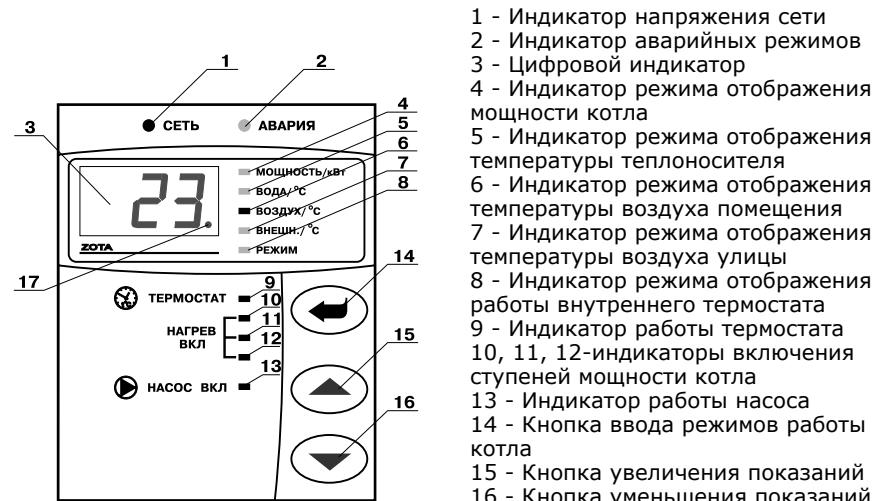

Рис.2 Расположение органов управления на передней панели
7.7. С помощью кнопок, обозначенных символами  $\triangle$  и  $\nabla$ , можно изменять отображаемую на цифровом индикаторе информацию. При нажатии этих кнопок, на индикаторе последовательно отображаются текущие значения: максимальная мощность котла, температура теплоносителя, температура воздуха в помещении, температура воздуха на улице, режим работы внутреннего терmostата. Каждое нажатие сопровождается коротким звуковым сигналом. При этом светятся индикаторы (4), (5), (6), (7), (8), Рис.2 соответственно, указывая на отображение текущей величины.